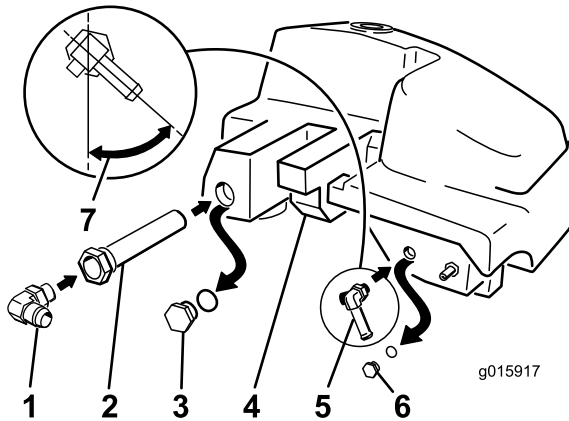

Figura 8
4. Instale el acoplamiento en T pequeño de 90 grados con espiga en el orificio del que retiró el tapón pequeño (Figura 8).